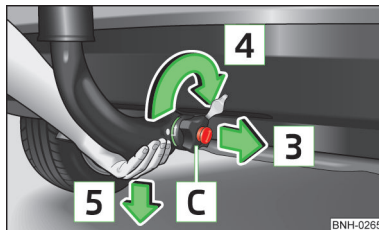

Fig. 107
- Apucați tija cuplei din partea de jos » fig. 107, iar cu cealaltă mână trageți rotia **C** în sensul săgeții **3**.